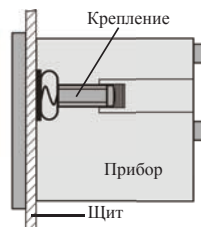

Рис. 2 – Установка прибора
3. Закрепите прибор в щите с помощью креплений (входят в комплектацию прибора) таким образом, чтобы щит оказался между передней панелью и креплением (см. рис. 2).